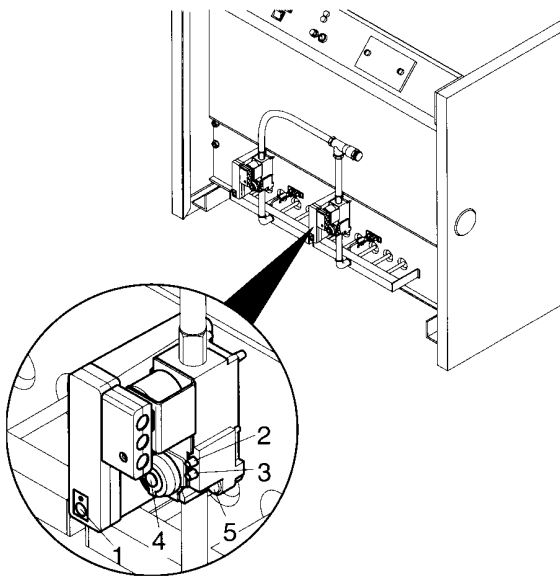

Abb. 6 Gasfeuerungsautomat und Gasmagnetventil Honeywell CVI-Kombination
- Schraube im Meßanschlußnippel des Ausgangsdrucks lösen (siehe Abb. 6, Pos. 3) und U-Rohr-Manometer anschließen.
- Falls erforderlich den Düsendruck an der Gasregulier-schraube einregulieren (siehe Abb. 6, Pos. 4).
- Absperrhahn in der Hauptgaszuleitung des Kessels schließen. Dichtschraube im Meßanschlußnippel für Eingangsdruck lösen (siehe Abb. 6, Pos. 2) und U-Rohr-Manometer anschließen.
Sie beheben die Störung, indem Sie zunächst die Kesseltür öffnen und den/die rot leuchtenden Reset-Knopf/-Knöpfe an dem/den Gasfeuerungsautomaten drücken (siehe Abb. 6, Pos. 2).